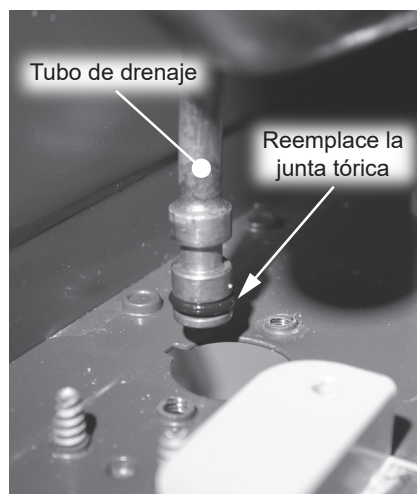

Figura 205 - Reemplazo de la junta tórica del tubo de drenaje
- 18** Ubique el nuevo drenaje del HEX y la junta tórica que se incluyen con el kit. Retire la junta tórica antigua del tubo de drenaje e instale la nueva junta tórica como se muestra en la Figura 205.